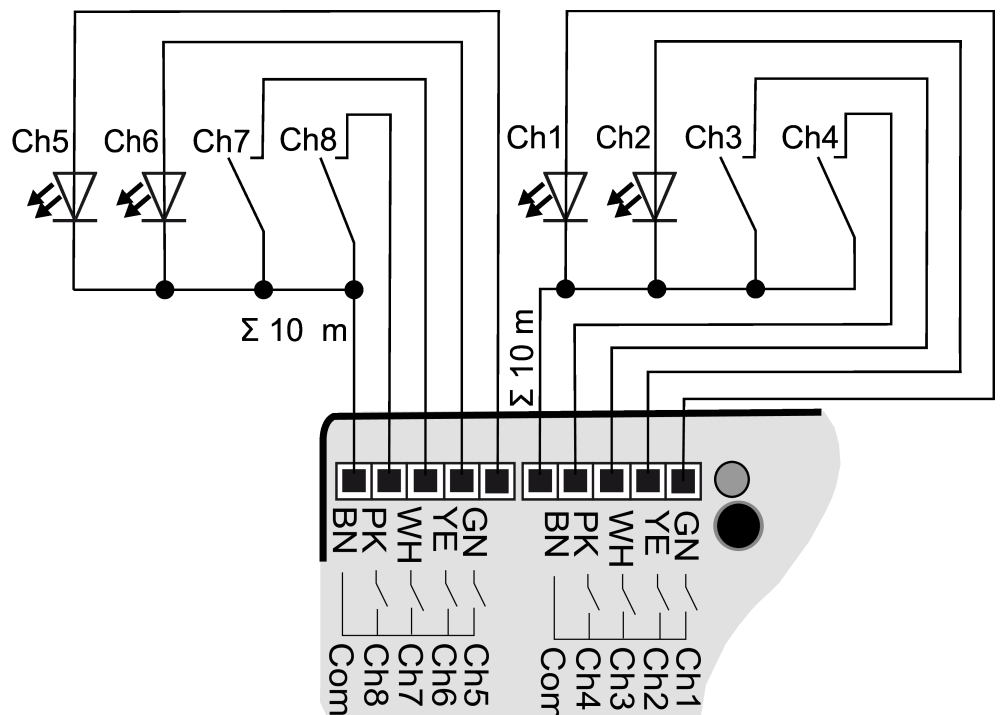
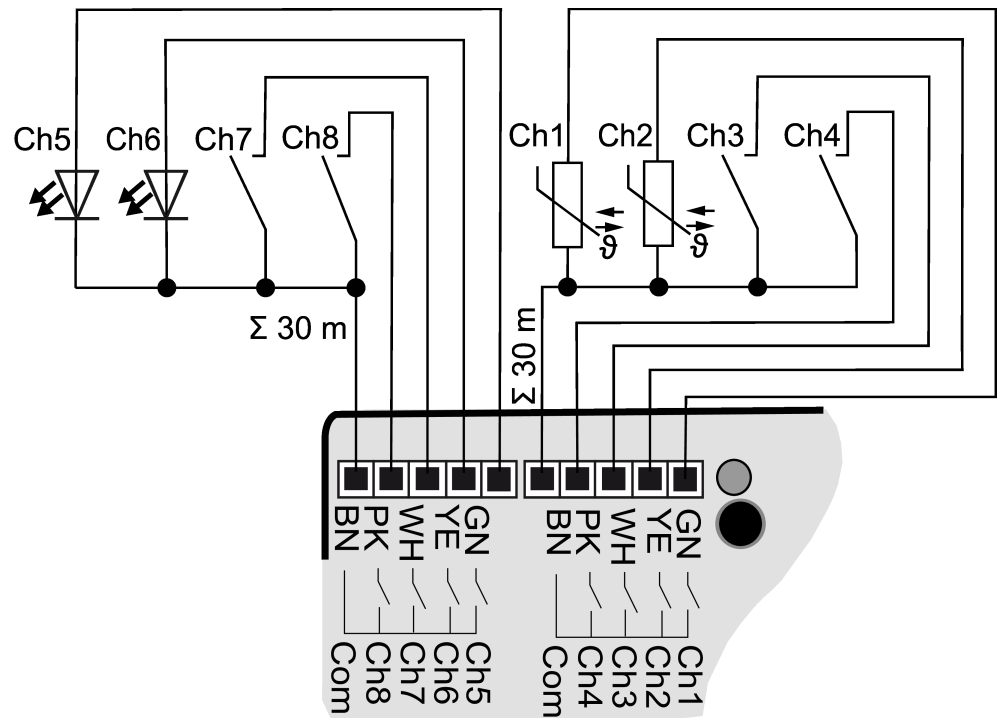

Bild 5: Anschlussbeispiel Tasterschnittstelle 8fach
Bild 6: Anschlussbeispiel mit parallelgeschalteten Ausgängen
- Taster, Schalter, Kontakte, LED oder NTC gemäß Anschlussbeispiele mit beigelegten Anschlussleitungen (4) anschließen (siehe Bild 5) bis (siehe Bild 6). Die Anschlussbeispiele zeigen die Verwendung mit Eingängen und Ausgängen.
Zur Erhöhung des Ausgangsstroms können Ausgänge bei gleicher Parametrierung auch parallel geschaltet werden, im Beispiel (siehe Bild 6) **Ch1-Ch3** sind hier parallel geschaltet.